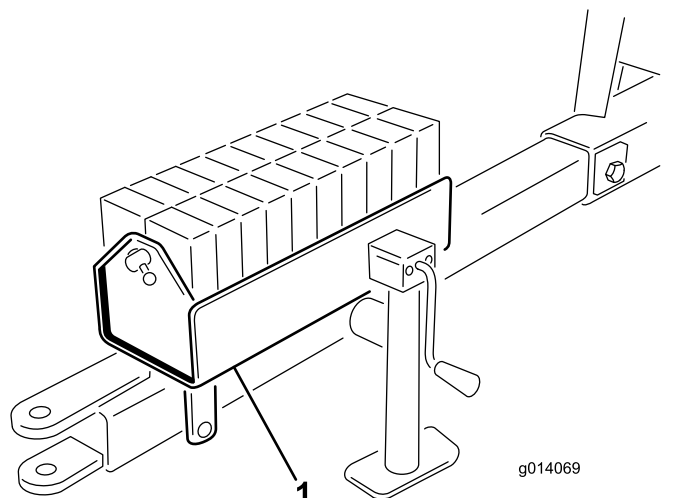

Bild 6
5. Füllen Sie den Ballastkasten mit dem Ballast und bringen Sie die Stange und den Stift an (Bild 6).